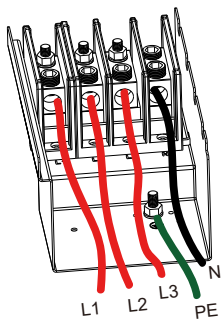
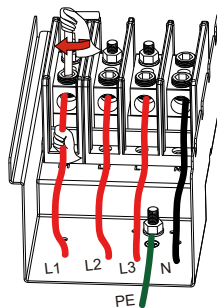

Рис. 5.9 Підключення дротів змінного струму до клем
Рис. 5.10 Затягніть гвинти на клеммах
2) Проведіть кабель через розподільну коробку, водонепроникну оболонку і вставте в клему (на малюнку Рис. 5.9 показано режим підключення трьох фазних ліній, підключених до розподільної коробки, провід заземлення прикручений до корпусу інвертора), і за допомогою шестигранної викрутки притисніть дрот до з'єднувальної клеми, як показано на малюнку Рис. 5.10.